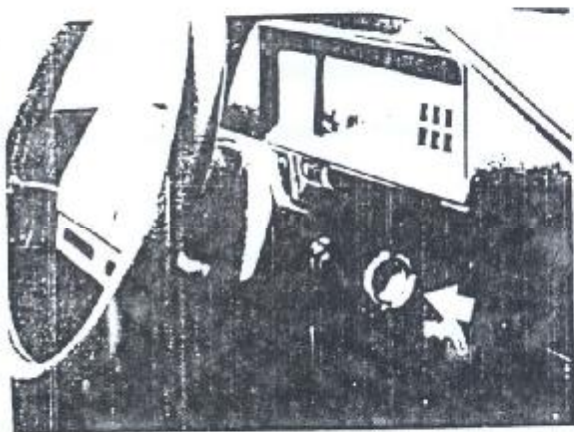

Figura 9.25.1 - Anel externo de fixação do cilindro
3. Remover o anel externo de fixação do cilindro e remover o cilindro, pelo interior do prolongamento do painel (Figura 9.25.1).
4. Posicionar o cilindro da chave da ignição, na respectiva abertura no prolongamento do painel, e fixá-lo com o anel externo (Figura 9.25.1).